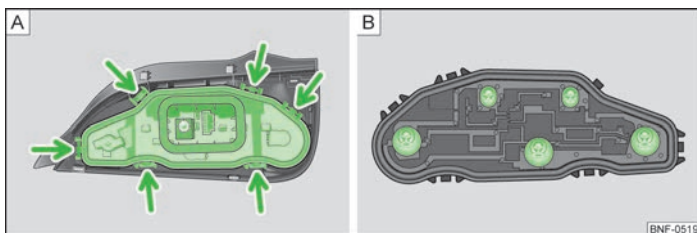

Fig. 127 Lampă spate: Schimbarea lămpilor cu incandescentă
- » Deblocați soclul becului din elementele de fixare (săgeți) » fig. 127 - **A** și scoateți soclul becului din blocul optic spate.
- » Apăsăți becul incandescent defect în soclu, rotiți-l **împotriva** sensului acelor de ceasornic și extrageți-l » fig. 127 - **B**.